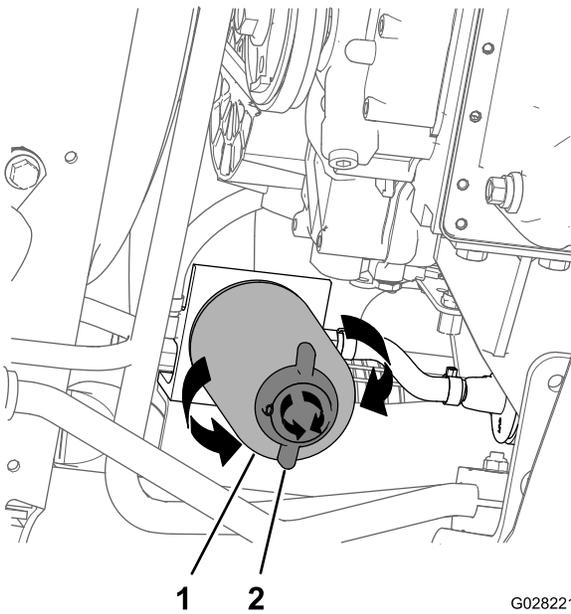

Рисунок 80
4. Поместите сливной поддон под топливный фильтр; см. Рисунок 80 в разделе Замена фильтра водоотделителя \(страница 71\).
- Установите сливной поддон под фильтр водоотделителя (Рисунок 80).
3. Поверните сливной кран в нижней части фильтра водоотделителя против часовой стрелки (Рисунок 80).
4. Очистите область вокруг фильтра водоотделителя и крепления переходника фильтра (Рисунок 80).
5. Снимите фильтр водоотделителя (Рисунок 80).
9. Убедитесь, что сливной кран в нижней части фильтра водоотделителя завернут до упора по часовой стрелке (Рисунок 80).